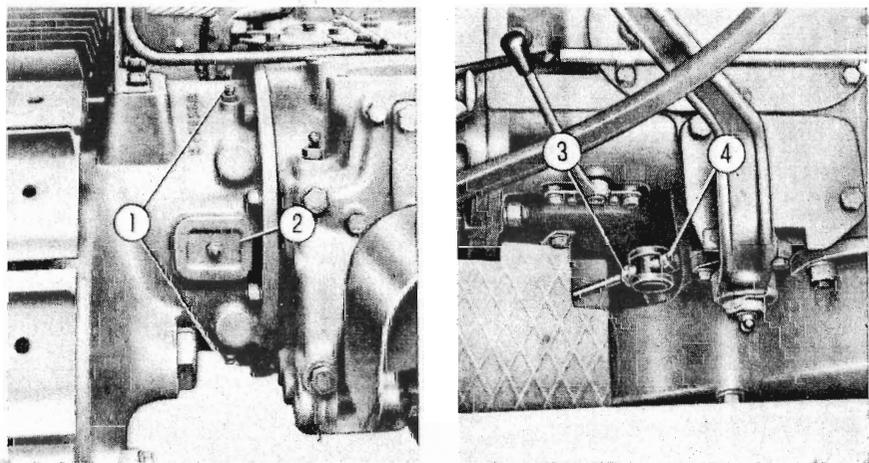

Fig. 15. - Registrazione dei freni (lato sinistro).
**Registrazione dei freni** (operazione n. 29 della tavola): l'esatta corsa dei pedali è di 4-5 cm, ma è soggetta ad aumentare quando i nastri frenanti si consumano. Quando occorra registrare i freni, operare per ciascuno di essi nel modo seguente (vedi fig. 15):